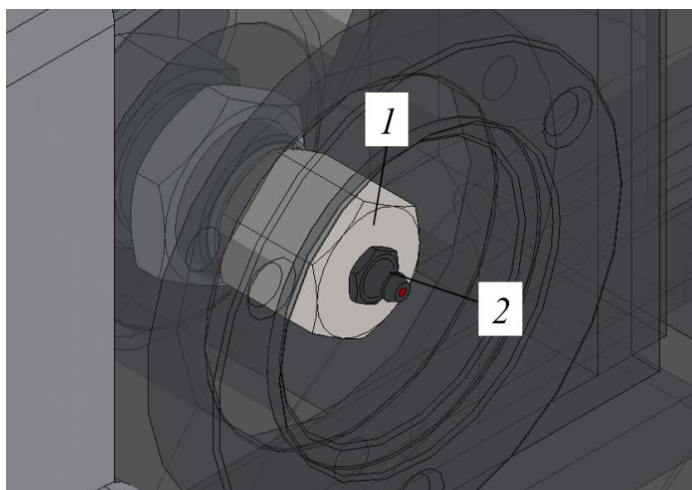

Рисунок 5.79. Место расположения пресс-маслёнки для натяжения гусеницы
Натяжение гусениц происходит за счет перемещения поршня при заполнении внутренней полости консистентной смазкой через пресс-масленку 2, рис. 5.79 рычажно-плунжерным шприцем.
- Предварительно вывернуть пресс-масленку 2, рис. 5.79 на 1-2 оборота.
Для исключения возможных травмоопасных ситуаций запрещается при ослаблении гусеницы полностью выворачивать пресс-масленку 2, рис. 5.79 так как при этом может произойти срыв резьбы клапана и выброс смазки под большим давлением.
- ▶ Ввернуть резьбовой частью удлинитель рычажно-плунжерного шприца в пресс-масленку 2, рис. 5.79.
- ▶ Вывернуть шприц, закрыть пресс-масленку 2 пылезащитным колпачком, рис. 5.79.
Для ослабления натяжения гусеницы необходимо вывернуть пресс-масленку 2, рис. 5.79, не более чем на 2 оборота, лишняя смазка выдавится из-под клапана через резьбу за счет избыточного давления в гидроцилиндре, натяжение с гусеницы будет снято. Визуально гусеница провиснет на тележке в области поддерживающих катков.
Для исключения возможных травмоопасных ситуаций запрещается при ослаблении гусеницы полностью выворачивать пресс-масленку 2, рис. 5.79, так как при этом может произойти срыв резьбы клапана и выброс смазки под большим давлением.
- ▶ Полностью вывернуть пресс-масленку 2, рис. 5.79.